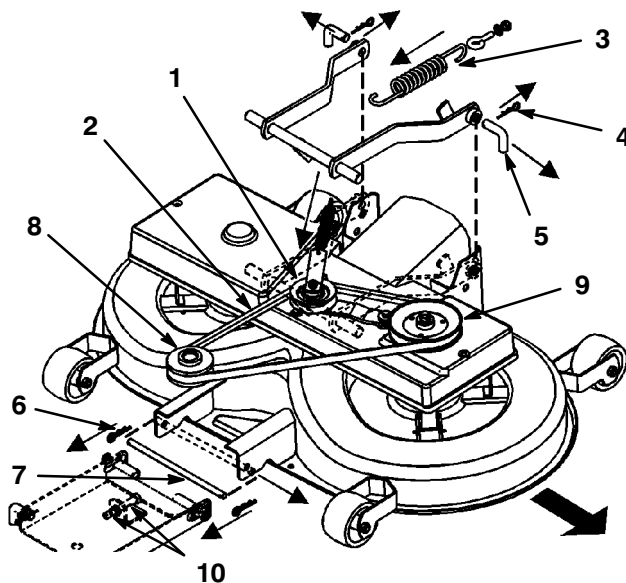

Figure 38
3. Tirer le bras de tendeur vers l'intérieur et retirer la courroie trapézoïdale du galet tendeur (Fig. 38).
4. Décrocher le ressort du bras d'embrayage des lames (Fig. 38).
6. Retirer les goupilles épingles des deux axes arrière et déposer les axes (Fig. 38). L'emploi d'une pince peut être nécessaire pour extraire le second axe.
7. Retirer les goupilles épingles de l'axe avant et déposer l'axe (Fig. 38).
8. Retirer la courroie trapézoïdale de la poulie motrice (Fig. 38).
2. Déposer la poulie de courroie trapézoïdale et l'ensemble de bras tendeur (Fig. 38).
- Régler les deux écrous M12 de la suspension avant pour placer l'axe inférieur de la suspension avant réglable en bas des rainures (Fig. 38).